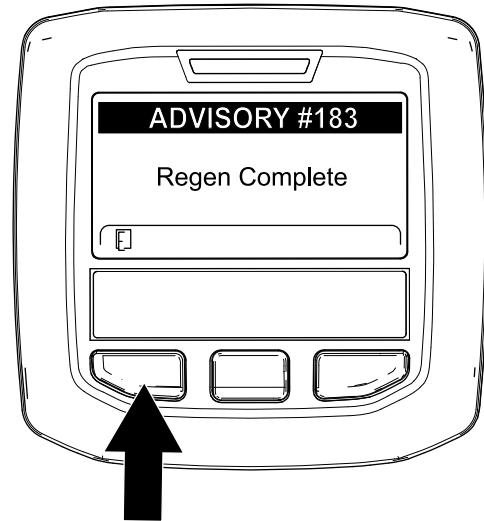

Figura 59
9. Cuando la computadora del motor finaliza una regeneración estacionaria o de recuperación, el InfoCenter muestra el AVISO N° 183 (Figura 59). Pulse el botón izquierdo para salir de la pantalla de inicio.